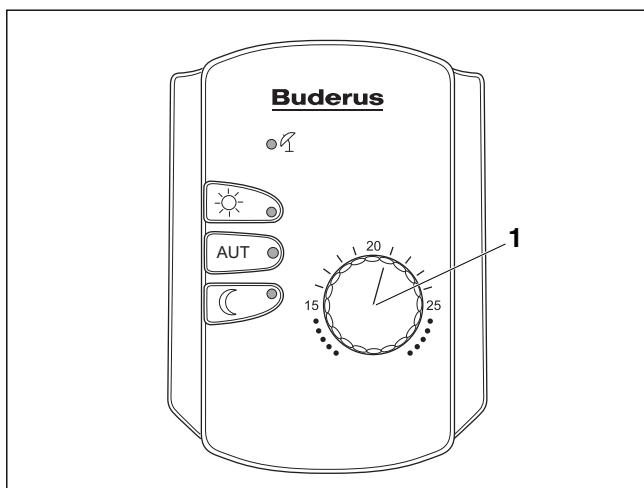

Рис. 11 Дистанционное управление
- ▶ Выставите ручкой управления (рис. 11, поз. 1) нужную комнатную температуру, например, 21 °C.